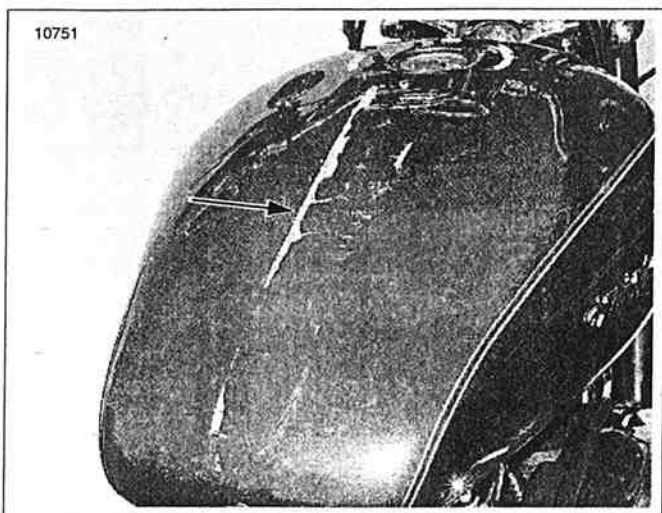

Figura 4-17. Eliminación del residuo de adhesivo
7. Vea la Figura 4-17. Para quitar todo el residuo que quede en la superficie del tanque de combustible: